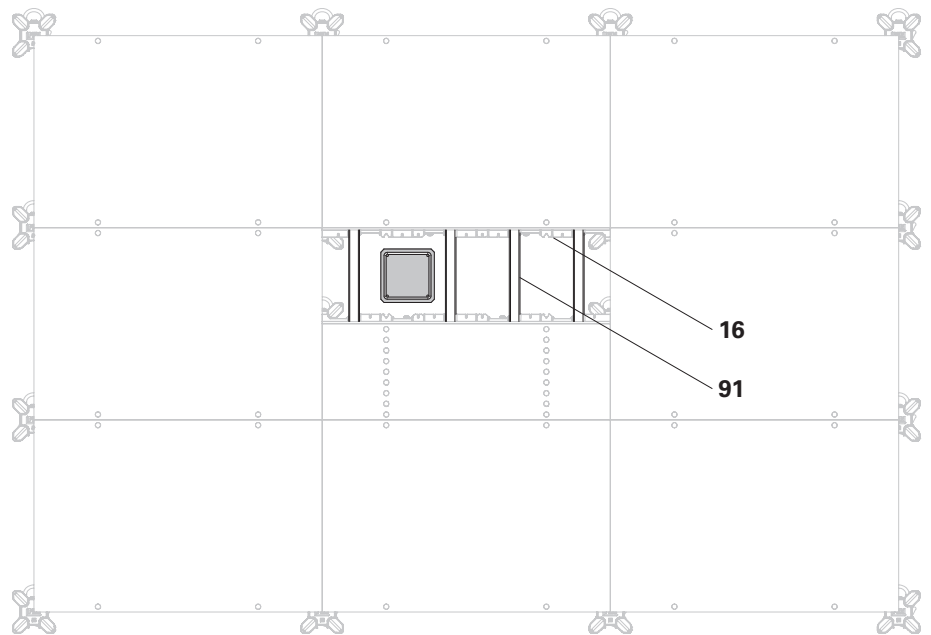

Fig. D3.08
8. Insérer dans le support de compensation 18 DFS (16) des madriers de 75 x 50 (91), dans chaque position possible.
9. Visser des madriers par en-bas dans les trous prévus dans le support de compensation à l'aide de vis Torx 5 x 15. (Fig. D3.08)